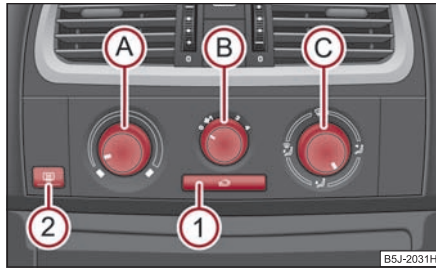

Abb. 118 Heizung: Bedienelemente
Die Luftzufuhr für die einzelnen Düsen stellen Sie mit dem Luftverteilungsregler **C** ein ⇒ Seite 91, Abb. 118. Die Luftaustrittsdüsen **3** und **4** können einzeln geschlossen und geöffnet werden.
Aus den geöffneten Luftaustrittsdüsen strömt je nach Stellung des Drehreglers **A** ⇒ Seite 91, Abb. 118 und nach Klimabedingungen erwärmte oder nicht erwärmte Luft. ■
- Drücken Sie die Taste , das Tasten-Symbol  leuchtet auf ⇒ Seite 91, Abb. 118.
- Drehen Sie den Drehregler (A) ⇒ Abb. 118 nach rechts, um die Temperatur zu erhöhen.
- Drehen Sie den Drehregler (A) nach links, um die Temperatur zu senken.